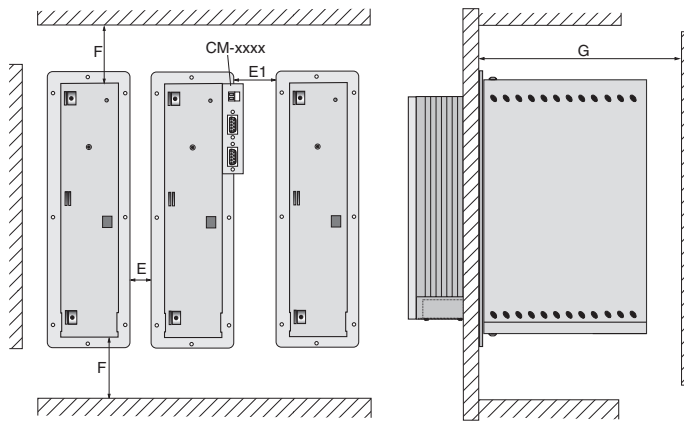

Bild 2.3 Montageabstände (siehe Tabelle 2.4)
2) Maße E bis G siehe Bild 2.3